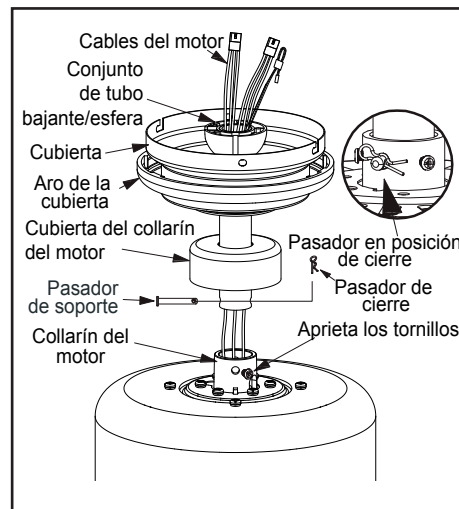

Figura 7
4. Coloca el tubo bajante sobre la cubierta y el aro de la cubierta, desliza la cubierta del collarín del motor sobre el tubo bajante. Inserta los cables a través del conjunto del tubo bajante/esfera. (Figura 7)
6. Alinea los orificios en la parte inferior del tubo bajante con aquellos del collarín en la parte superior de la carcasa de motor. (Figura 7) Inserta con cuidado el pasador del colgador a través de los orificios del collarín y del tubo bajante. Ten cuidado de no apretar contra el cableado dentro del tubo bajante. Inserta el pasador de cierre en el orificio cercano al extremo del perno hasta que encaje en su posición, como se muestra en el círculo de la Figura 7.